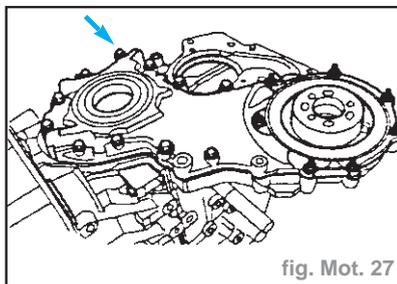

fig. Mot. 27
- Déposer la pompe à huile. (fig. Mot. 27).